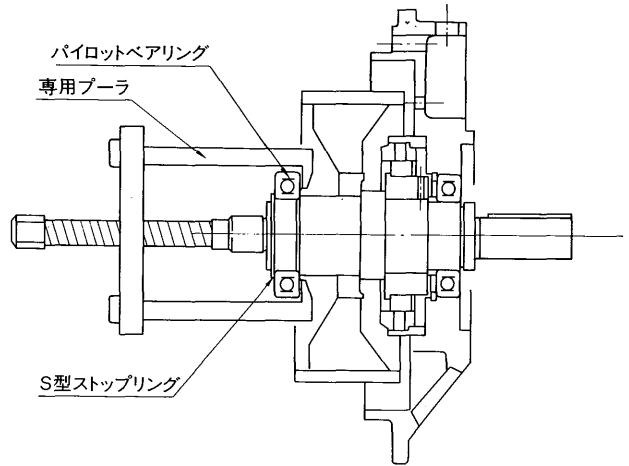

図13 パイロットベアリング分離要領
- ⑨ パイロットベアリング⑰の分離、S型ストップリング⑱を専用プライヤーではずし、図13のように専用プーラで軸と分離させる。